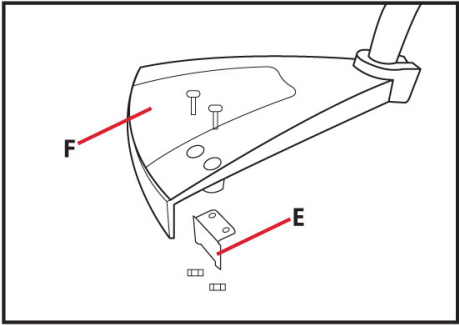

Fig. 12
- 1. Quitar la cuchilla (E) del deflector (F) (Fig. 12).